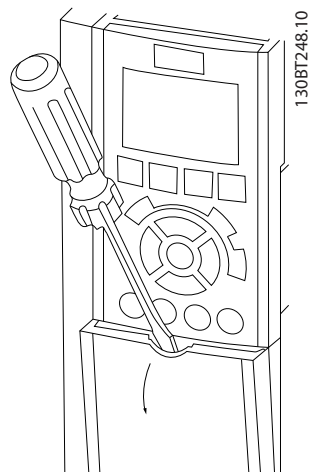

図 2.12 A2、A3、B3、B4、C3およびC4 エンクロージャーのコントロール配線アクセス
- ドライバーでアクセス・カバー・プレートを取り外します。図 2.12を参照